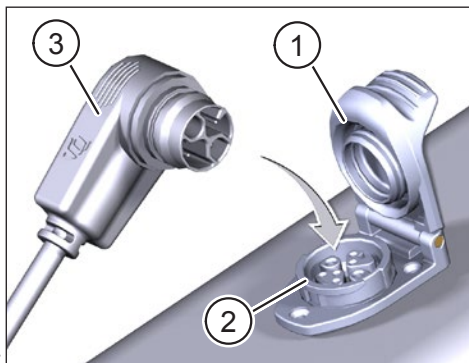

Fig. 1: Ricarica della Battery
- ▶ Apra il coperchio (Pos. 1 in Fig. 1) della porta di ricarica (Pos. 2 in Fig. 1) nel telaio della bicicletta.
- ▶ Allinei la spina di ricarica (Pos. 3 in Fig. 1) del caricatore o del Range Extender in modo che i codici della spina di ricarica e della porta di ricarica corrispondano (vedere Fig. 1).
- ▶ Inserisca la spina di ricarica (Pos. 3 in Fig. 1) del caricatore o del Range Extender nella porta di ricarica.